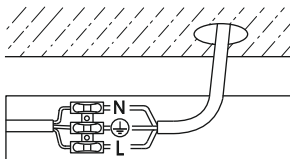

Рисунок 3.
- Подключите подготовленные концы сетевого провода к клеммам L , N, а жилу с изоляцией жёлто-зеленого цвета присоедините к клемме заземления ⊕ (рисунок 3) клеммного зажима.